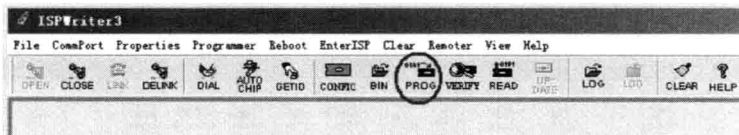
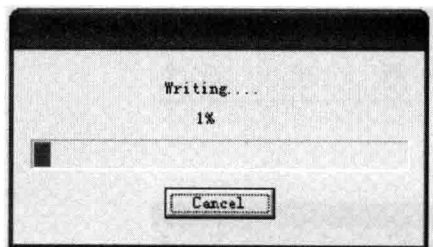
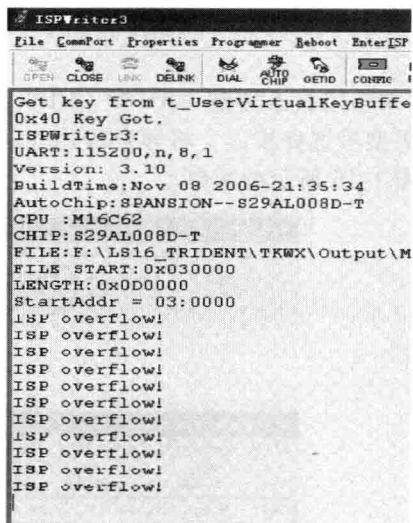

图 1-19
图 1-20
图 1-21
8) 单击工具条按钮“PROG”, 如图 1-19 所示, 开始写入程序, 此时会显示如图 1-20 所示的程序写入进度条和“Writing... (写入中...)”的字符。待完成程序写入后, 将出现如图 1-21 所示的窗口, 写入完成。